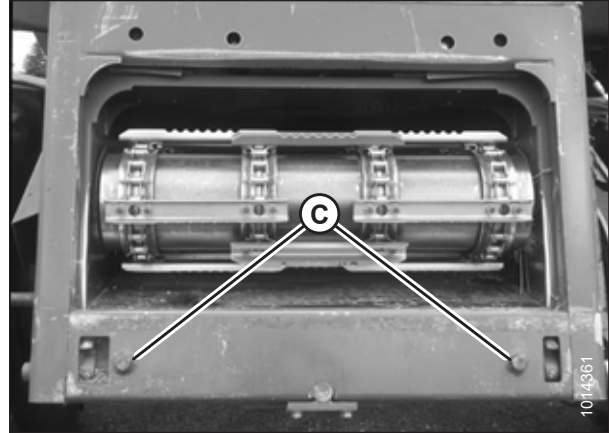

Figure 5.11: Goupilles d'alignement AGCO Group
3. Démarrez le moteur et rapprochez lentement la plateforme jusqu'à ce que le convoyeur soit directement sous la traverse supérieure (A) du module de flottement et que les goupilles d'alignement (C) (voir la figure 5.11, page 88) du convoyeur soient alignées avec les trous (B) du châssis du module de flottement.